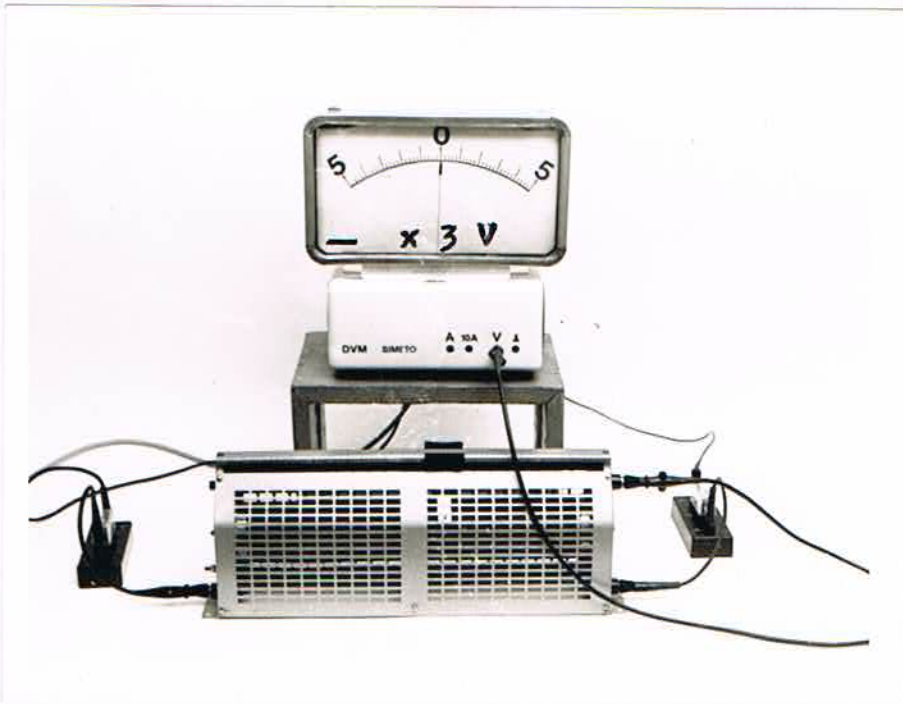
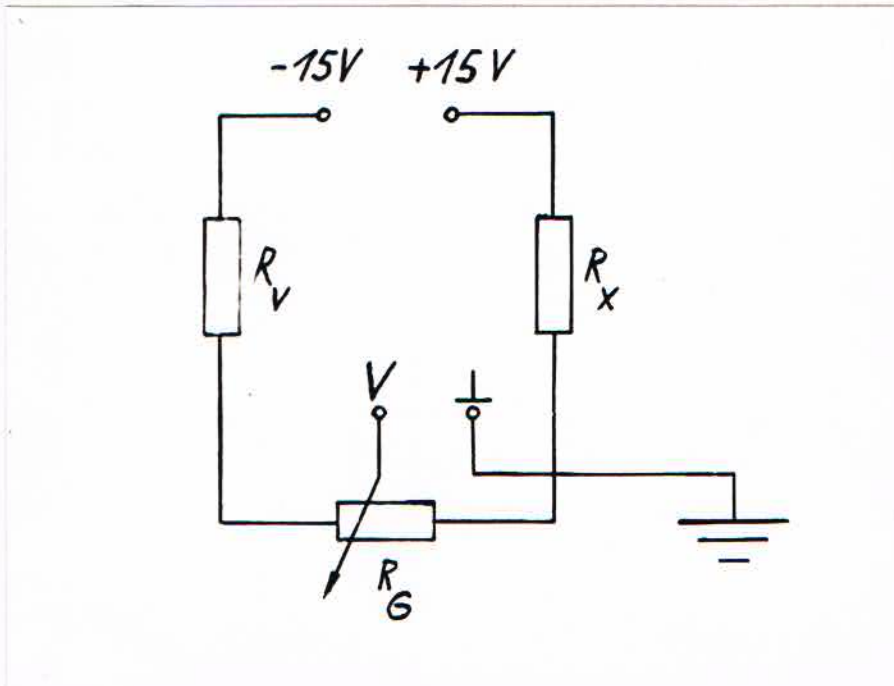

Bild 8. Aufbau zur Wheatstoneschen Brückenschaltung
Bild 9. Schaltplan zur Wheatstoneschen Brückenschaltung
Der Aufbau erfolgt nach Bild 8.. Die zur Messung erforderliche Spannung wird den Ausgangsbuchsen (14) entnommen. Das DVM 1 wird zur Spannungsmessung verwendet. Dabei kommt die Wechselskala 5...0...5 zum Einsatz. Der Zeiger befindet sich in Nullpunktmittellage. Es ist zweckmäßig, den 30 V - Meßbereich zu benutzen. Die Verbindungsleiter werden gemäß Bild 9. an die Meßbuchsen (V) und (I) sowie an die Ausgangsbuchsen (14) angeschlossen. Eindeutige Potentialverhältnisse werden durch Anschluß eines eindeutigen Erdpotentials an die Meßbuchse (I) hergestellt.